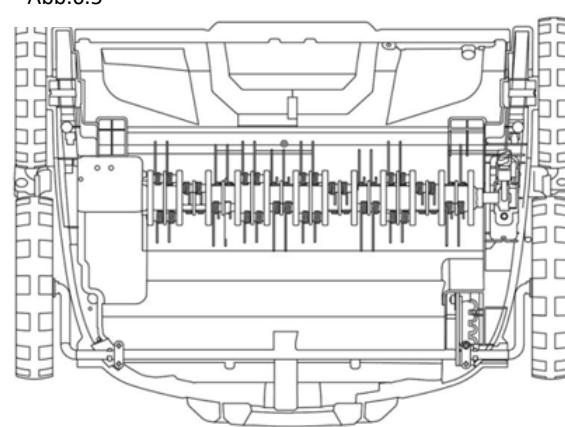

Abb.7
Fixez le support de câble (11) sur la barre de poignée supérieure du côté de l'interrupteur (Fig. 7).
Suggestions Connexion électrique (Fig. 7)
Insérez la fiche d'alimentation du câble de raccordement de l'appareil dans le combiné interrupteur/prise (voir fig. 7).